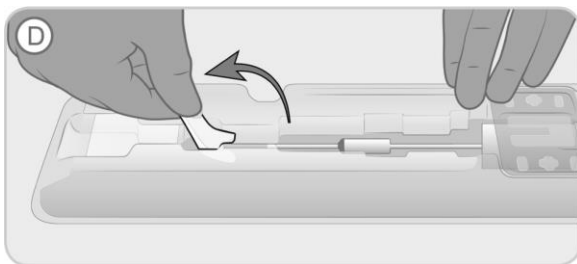

Figura 5. Deslocação da alavanca do funil para libertar o dispositivo do tabuleiro.
- D. Mova a alavanca do funil para uma posição vertical para soltar o dispositivo de colocação do funil de carga (indicado no tabuleiro com "D"), Figura 5.